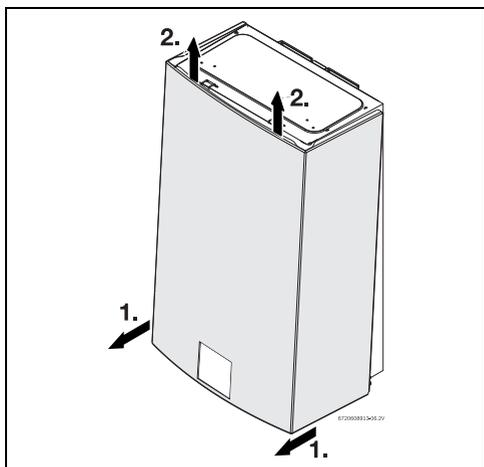

Fig. 18
- ▶ Retirer la partie frontale de l'appareil (→ Fig. 18).